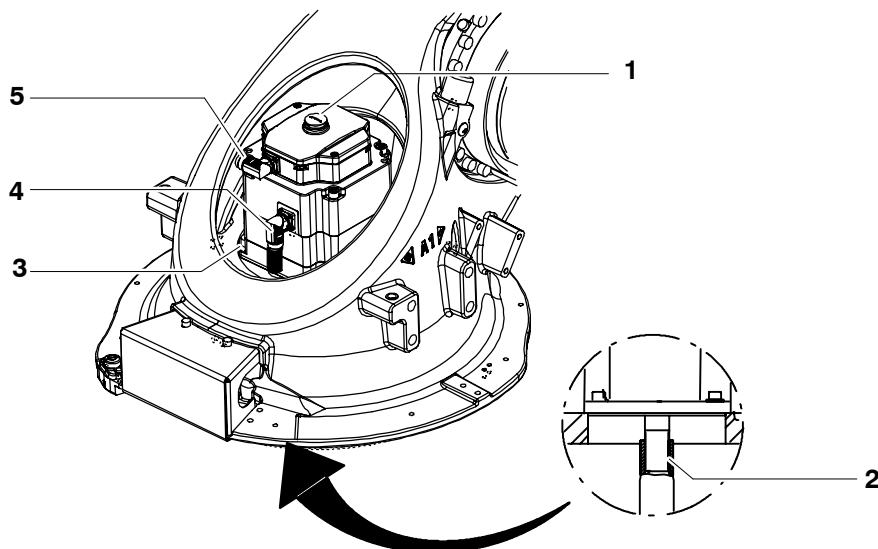

Fig. 91 Entraînement de l'axe majeur A1
- (1) Desserrer et retirer les connecteurs XM1 et XP1 aux connecteurs femelles (Fig. 91/4, 5).
- (2) Dévisser les quatre vis à six pans creus M12x30 (3) sans oublier les rondelles-freins.
- (3) Soulever l'entraînement de l'axe majeur A1 (1).
- (1) Le cas échéant, procéder à la déconservation du nouvel entraînement de l'axe majeur A1.
- (2) Avant le montage, nettoyer les dents du servomoteur à courant triphasé (Fig. 91/2) et du réducteur, pour les enduire légèrement mais sur toute la surface avec du Micro-lube GL 261.
- (3) Nettoyer les surfaces d'appui.
- (4) Monter l'entraînement de l'axe majeur A1 (1).
Les connecteurs femelles XM1 (4) et XP1 (5) doivent être configurés selon la Fig. 91. Le montage de l'entraînement de l'axe majeur A1 est facilité si on le tourne un peu autour de l'axe de rotation.
- (5) Monter les quatre vis à six pans creus M12x30 (3) sans oublier les rondelles-freins.
- (6) Serrer en croix avec une clé dynamométrique les quatre vis à six pans creux (3) jusqu'à l'obtention du couple de serrage M_A prescrit en procédant par étapes ($M_A = 78 \text{ Nm}$).
- (7) Brancher les connecteurs XM1 et XP1 aux connecteurs femelles (4, 5).
- (8) Procéder au réglage du point zéro (voir manuel logiciel KR C4, chapitre "Mise en service", paragraphe "Calibration/Décalibration du robot").